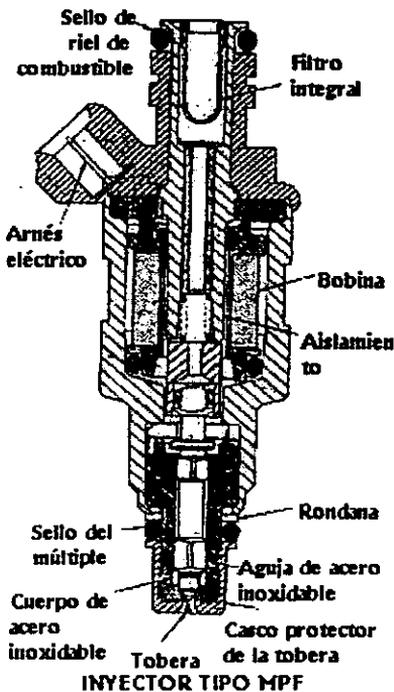

FIG. 5.9 INYECTOR TIPO MPFI.
**Inyector tipo MPFI (Fig. 5.9).-** Este tipo de inyector es usado en los sistemas de inyección múltiple electrónicamente tiempada. El inyector tiene en su interior un solenoide que abre la tobera cuando recibe corriente del ECU, el cual mantiene la corriente el tiempo necesario para surtir más, o menos gasolina. La tobera atomiza a está dentro del múltiple.